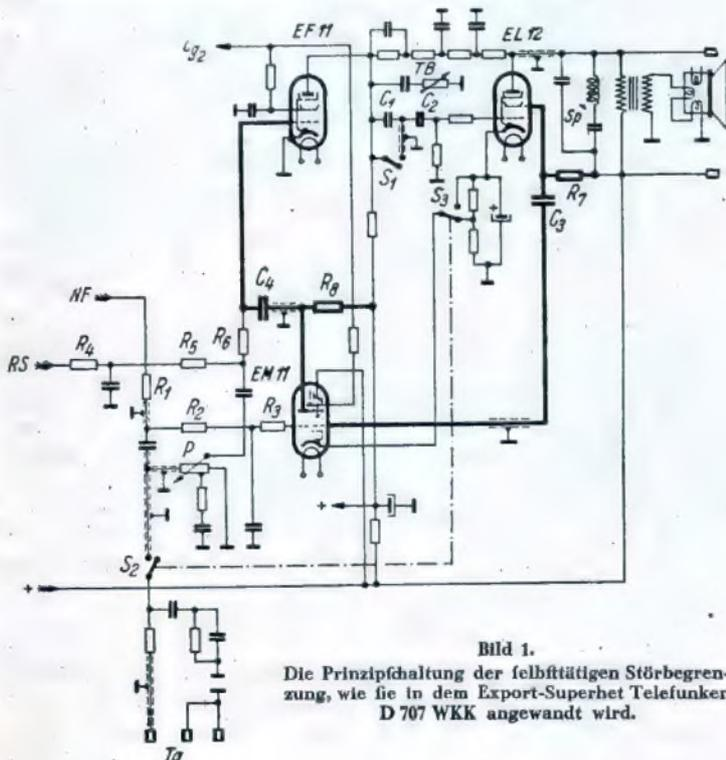

Bild 1.
Bei dem neuen Telefunken-Spitzensuper D 707 WKK, einem Siebenkreis-Siebenröhren-Superhet mit raufcharmer Vorröhre, vierfach unterteilt, von 13,7 bis 2069 m durchgehendem Wellenbereich und wahlweiser DruckknopfAbstimmung für sieben Sender, der für den Export neu entwickelt wurde, ist eine interessante Schaltung für die praktische Verwirklichung der oben näher erläuterten Wünsche angewandt worden. Bild 1 zeigt die Schaltung der vom Schwundausgleich miterfaßten Niederfrequenz-Verstärkerröhre (Regelröhre EF 11), der Endröhre (EL 12) sowie der Anzeigeröhre. Bei NF wird über  $R_1$  und einen Kondensator an den Lautstärkereger P (mit Zusatz für die „gehörigste Regelung“) die Tonfrequenzspannung geliefert, die, wieder über einen Kondensator und über  $R_6$ , dem Steuergitter der EF 11 zugeführt wird. Die Gittervorspannung wird von der Regelspannung RS über  $R_4, R_5$  abgenommen; die Ankopplung an die Endröhre erfolgt mittels zweier in Serie liegender Kondensatoren  $C_1$  und  $C_2$ , von denen ersterer mittels des Schalters  $S_1$  für die Musikwiedergabe kurzgeschlossen werden kann (für Sprache ist  $S_1$  offen). Die übliche, von Hand einstellbare Tonblende (TB) ist auch hier vorhanden, ebenso im Anodenkreis der EL 12 (parallel zur Primärwicklung des Lautsprecherübertragers) eine 9-kHz-Sperre. Zwischen den Anoden der EL 12 und der EF 11 liegt die übliche Gegenkopplungsanordnung für die Bassanhebung.